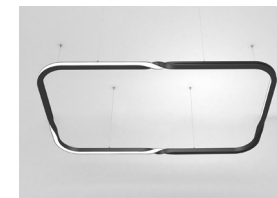

Рис.1–3. Примеры использования ленты RZ
- Специальная форма печатной платы позволяет изгибать ленту RZ на плоскости. Лента RZ подходит для использования на криволинейных поверхностях, например, в закругленных и скрученных профилях (рис. 1–3).